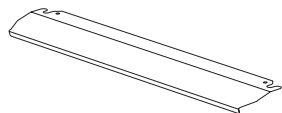

Figura 26
1. Se ha diseñado una protección térmica (Figura 26) para proteger el panel de control y perillas cuando el horno esté en modo Parrilla.